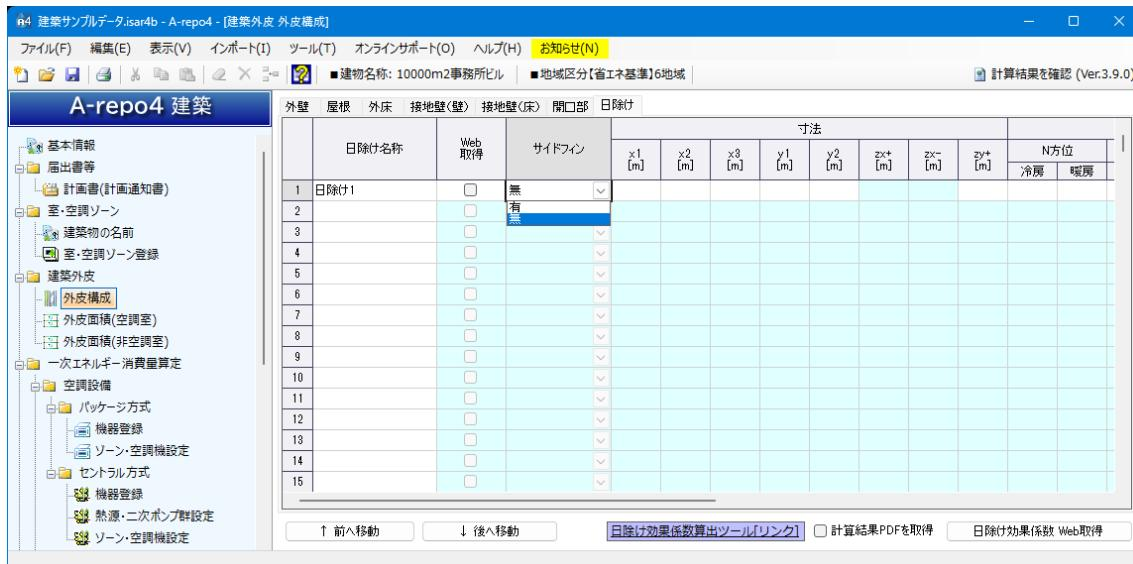

図 7-12
2. 「日除け名称」 任意の文字列を入力 (図 7-12 参照)
3. 「サイドフィン」 プルダウンリストより選択 (図 7-12 参照)